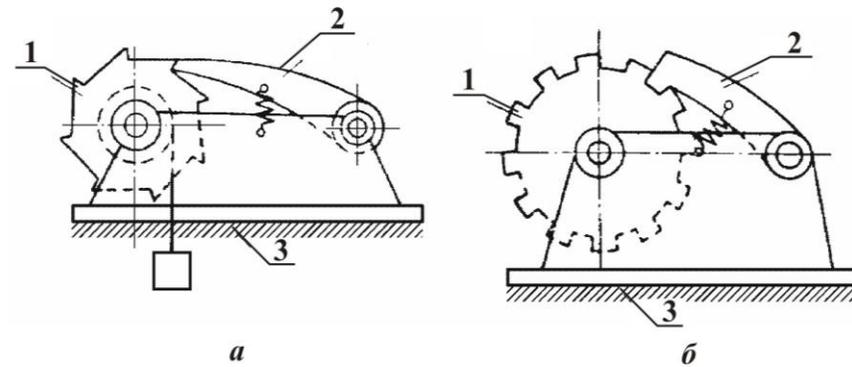

Рис. 5.19
Основой храпового механизма служит храповая пара (рис. 5.19), состоящая из останавливаемого звена  $1$ , которое называется *храповиком*, и останавливающего звена  $2$ , называемого *собачкой*, или *щеколдой*. Замыкая оба звена стойкой  $3$ , получаем храповой механизм.
1) механизмы, в которых храповик задерживается собачкой только в одном направлении, а в другом может двигаться и приподнимать собачку (рис. 5.19, а);
2) механизмы, в которых храповик затормаживается в двух направлениях. К этому классу относятся механизмы, имеющие храповики с симметричными зубьями (рис. 5.19, б). Действие такого храповика соответствует работе двух противоположно действующих храповых механизмов.